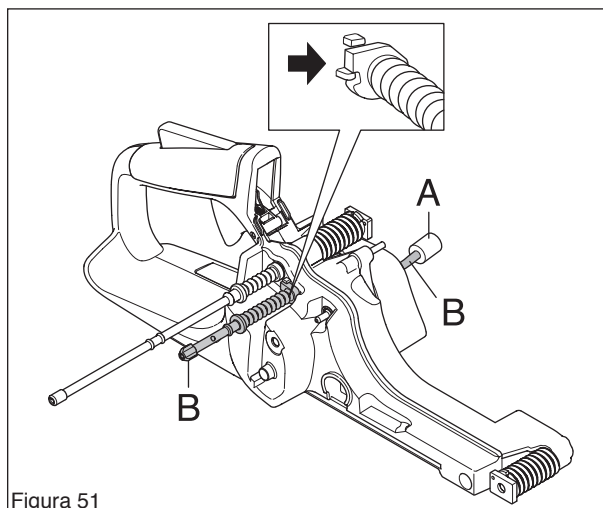

Figura 51
2. Fijar a presión la purga en el soporte de filtro. (Ver la figura 51.)